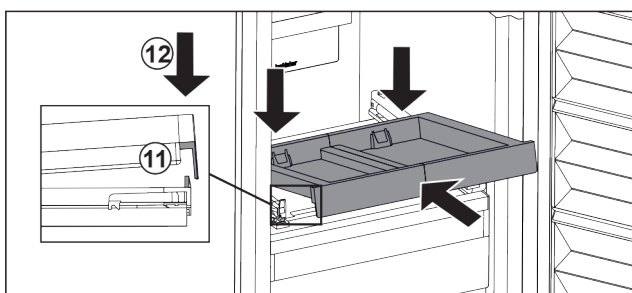

Fig. 55
- ▶ Šikmo zasuňte. Dbejte, aby byl na obou stranách doraz za západkou. Fig. 55 (11)
- ▶ Usadte vpředu vysouvací přihrádku. Fig. 55 (12)